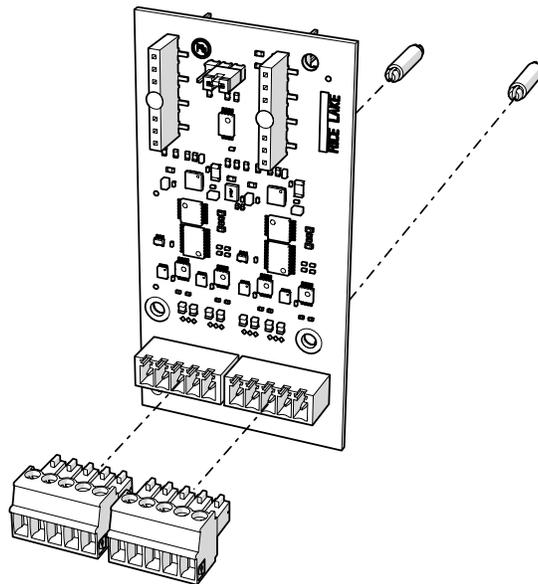

Figura 1. Juego de la tarjeta opcional serie doble
En la Figura 1 y la Tabla 1 se muestran los componentes que se incluyen en el juego de la tarjeta opcional serie doble:
2. Abra la carcasa como se indica en el manual técnico del visor (n.º de ref. 204533).
3. Conecte los dos separadores a la placa de la tarjeta opcional como se muestra en la Figura 1 en la página 1.